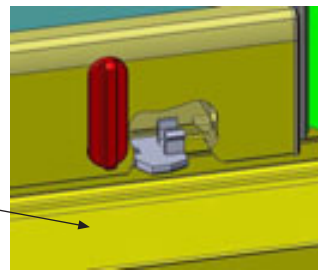

Figura A5
- Si queremos abrir la hoja, solo tenemos que girar la palanca 90° en sentido contrario a las agujas del reloj, y cuando esta llegue a la posición de apertura girará con total normalidad (figura A5).